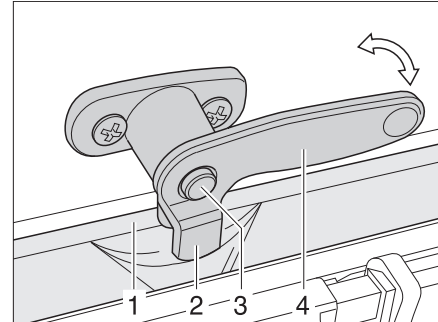

Bild 72 Verriegelungshebel mit Sicherungsknopf in Stellung "Dauerbelüftung"
- Falls vorhanden, den Sicherungsknopf (Bild 72,3) drücken und gedrückt halten.